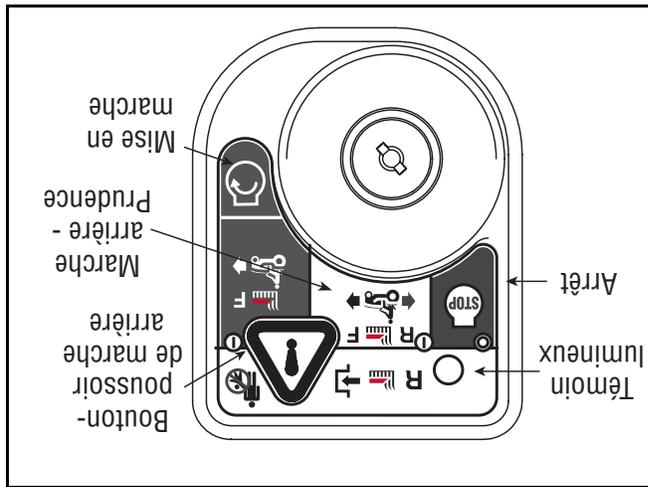

Figure 9
2. Déplacez la clé de la position « **NORMAL MOWING** » (Verte) (Tonte normale) à la position « **REVERSE CAUTION MODE** » (Blanc) (Marche arrière - Prudence). Voir la Figure 9.
dans le coin supérieur droit du module d'allumage. Le témoin lumineux rouge dans le coin supérieur gauche s'allume quand la marche arrière est embrayée. Voir la Figure 9.